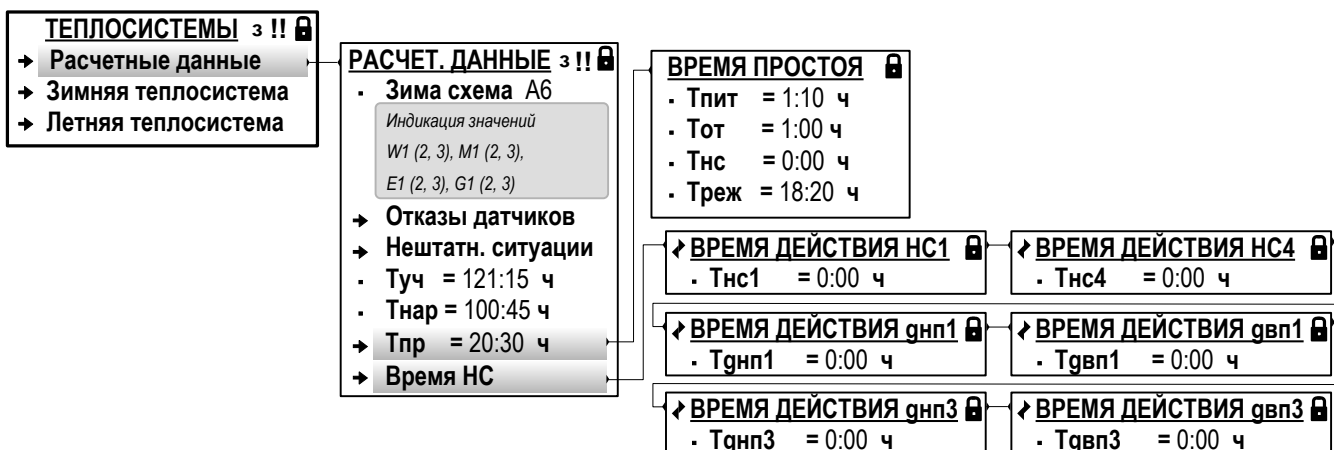

Рис.38. Вид окон индикации временных параметров отказов и НС (режим РАБОТА).
7.7.4.5. Длительность возникших в ТВ отказов и НС отображается в меню **Теплосистема / Расчетные данные** и **Теплосистема / Расчетные данные / Время НС**. На рис.38 приведен вид окон индикации в режиме РАБОТА при организации расчетов по «зимней» и «летней» схемам. Текущая расчетная схема – «зимняя».
7.7.4.6. В меню **Время НС** (рис.38) также отображаются: